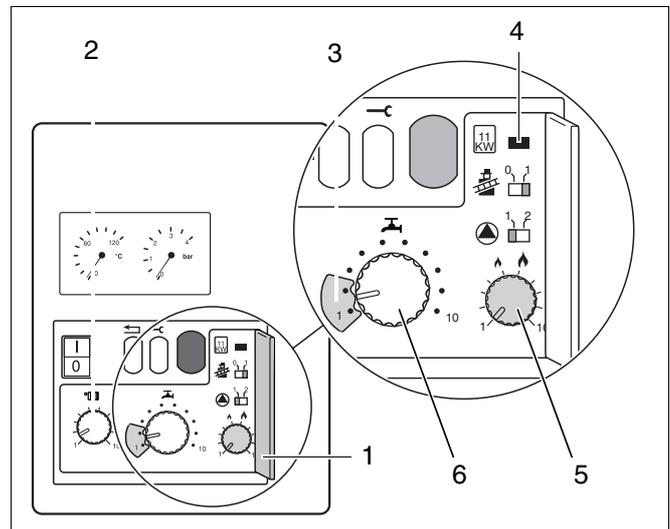

Fig. 21 Temperatura di mandata, temperatura dell'acqua calda
- Aprire la copertura del secondo livello di servizio (fig. 21, pos. 1).
- Tarare sul regolatore (fig. 21, pos. 2) la temperatura di mandata massima desiderata, secondo il dimensionamento dell'impianto e la tab. 3.
- Impostare la temperatura di mantenimento o la temperatura di uscita mediante il regolatore di temperatura dell'acqua calda (fig. 21, pos. 6), facendo riferimento alla tab. 3.
Per un maggiore risparmio energetico, porre il regolatore (fig. 21, pos. 6) sull'impostazione per avvio a freddo "1". Togliere quindi il bloccaggio (fig. 21, pos. 3) applicandolo nuovamente una volta ultimata la regolazione.
Impostare la temperatura dell'acqua calda desiderata tramite il regolatore per la temperatura dell'acqua calda (fig. 21, pos. 6) secondo le indicazioni della tab. 3.
- Impostare mediante il regolatore (fig. 21, pos. 5) la potenza di riscaldamento (tab. 4) corrispondente al fabbisogno termico necessario.